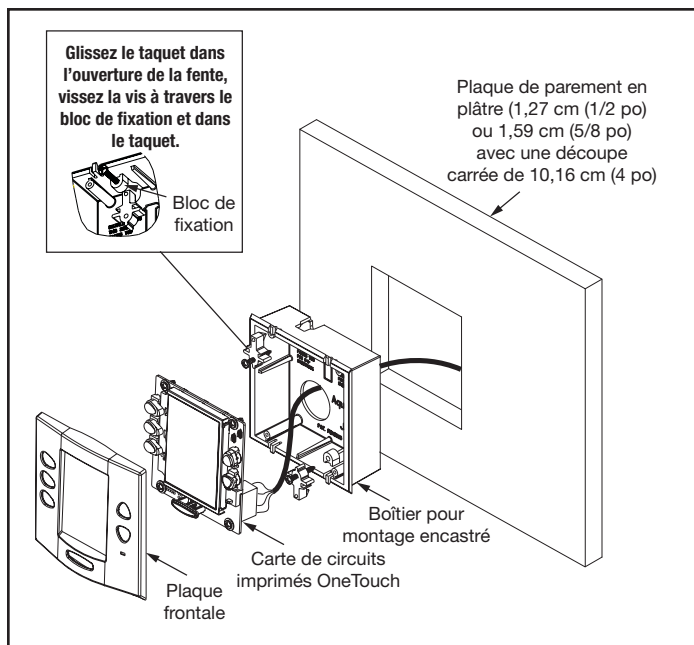

Figure 26. Montage encastré du OneTouch
4. Tirez le câble à 4 conducteurs à travers le trou dans le mur et le trou dans le boîtier de montage encastré. Poussez le boîtier à montage encastré dans le trou du mur en respectant la bonne orientation (voir la figure 26).
6. Insérez une vis à travers le bloc de fixation (voir la figure 26). Insérez un taquet dans le trou supérieur en forme de « U ». Serrez la vis manuellement et répétez le processus pour le taquet inférieur.